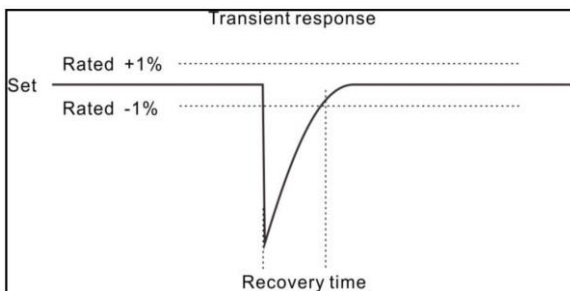

Fig 1
- ※5：負荷が 10 % から 90 % に変動した時, 出力電圧が定格電圧の $\pm 1\%$ 以内に回復するまでの時間。(Fig 1)